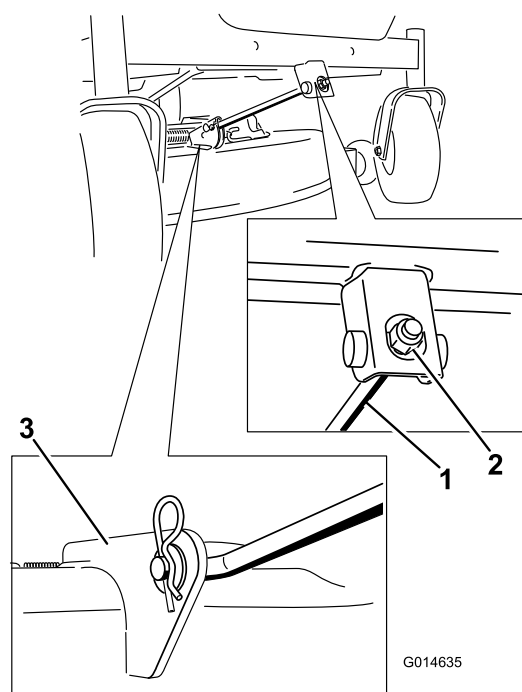

Figura 55
4. Rimuovete il perno con testa dall'asta di supporto frontale e rimuovete l'asta dalla staffa del piatto di taglio (Figura 55). Abbassate con cautela la parte anteriore del piatto di taglio fino al suolo.
6. Montate l'asta di sostegno anteriore sul piatto di taglio con il perno con testa e la coppiglia a forcina (Figura 55).